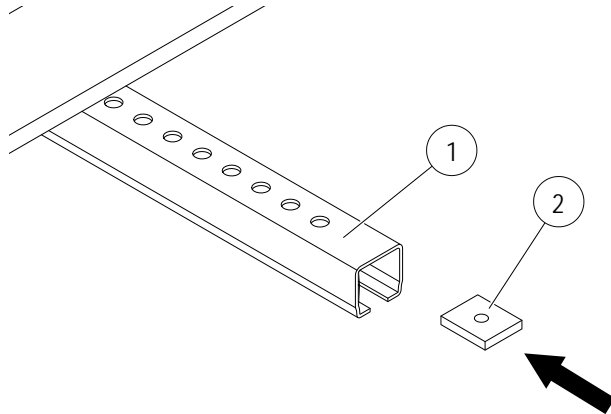

Abb. 26: Vierkantmutter (Pos. 2) in Spannarm (Pos. 1) schieben
- Vierkantomutter (Pos. 2) in den Spannarm schieben (siehe Abb. 26).